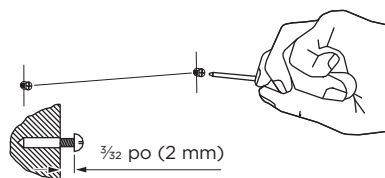
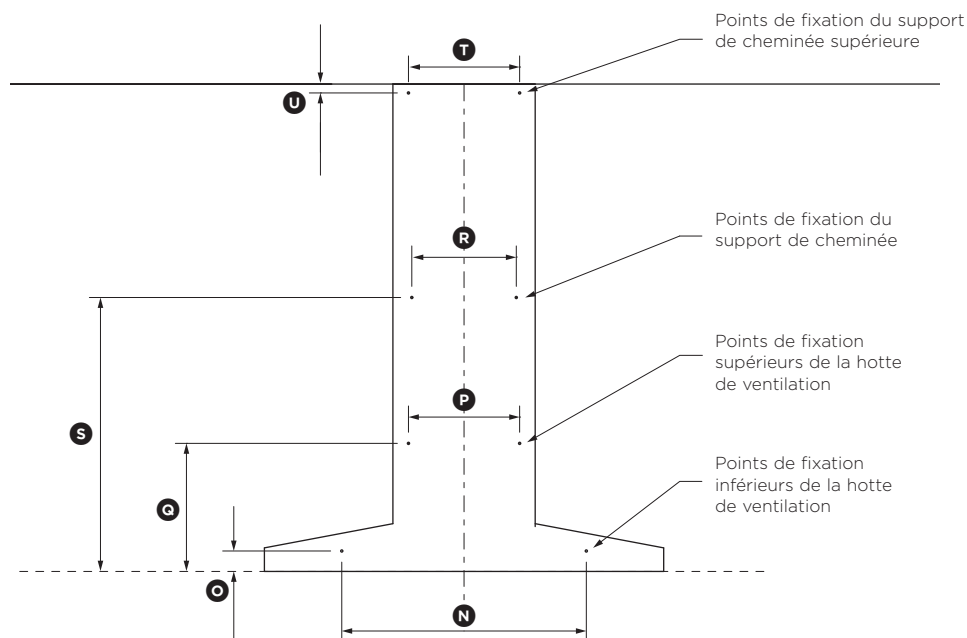

Fig.1
Fig.2
- Fixez le support de cheminée et le support de cheminée supérieure (si vous utilisez cette dernière) aux emplacements indiqués dans la Fig.2 (page 39) et la Fig.3 (page 40). Utilisez les vis de  $1\frac{3}{16}$  po (30 mm) (ainsi que les chevilles expansibles, si vous les fixez à la maçonnerie).
- Fixez les vis de montage supérieures de la hotte de ventilation aux emplacements indiqués dans la Fig.2 (page 39) et la Fig.3 (page 40). Utilisez les vis de  $1\frac{3}{16}$  po (30 mm) (ainsi que les chevilles expansibles, si vous les fixez à la maçonnerie). Assurez-vous de laisser un espace de  $\frac{3}{32}$  po (2 mm) entre la tête de vis et le mur (Fig.1).